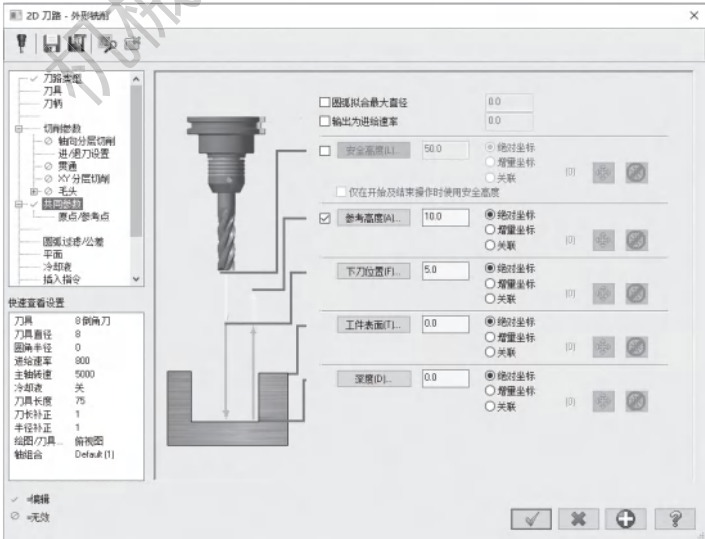

图 10-34 设置共同参数
4) 单击【共同参数】选项，设置【参考高度】为 10.0mm, 【下刀位置】为 5.0mm, 以【绝对坐标】的形式设置【工件表面】和【深度】都为 0.0mm, 其他参数设置如图 10-34 所示。